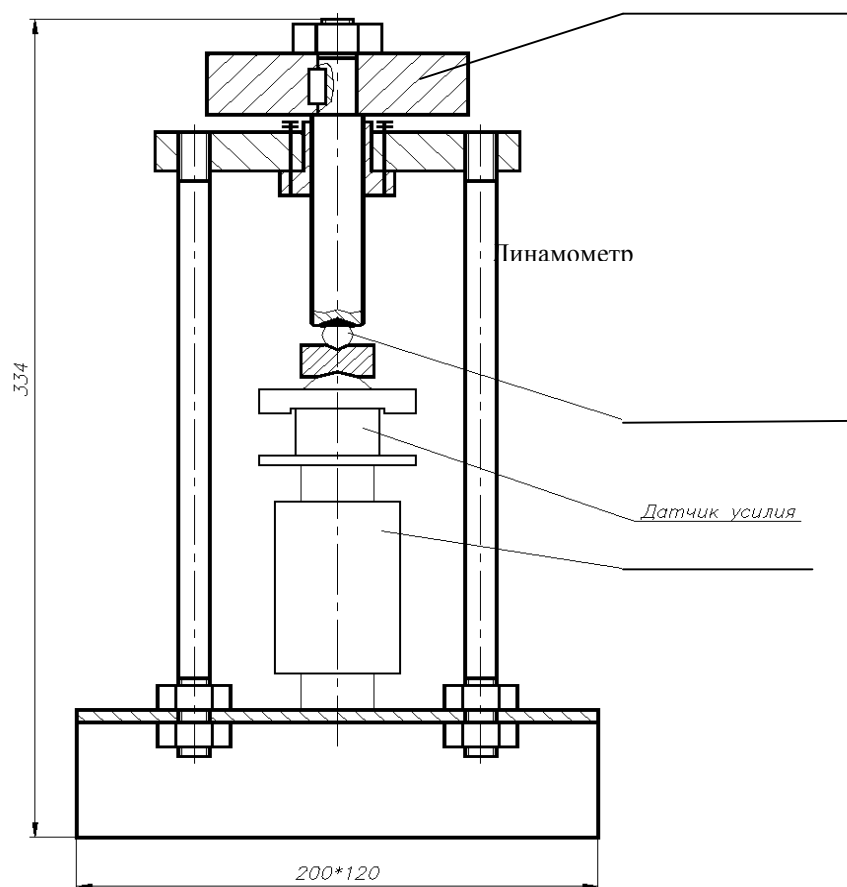

Рисунок 9 – Силозадающее устройство для проверки стенда при измерении усилия на органе управления
1) установить датчик усилия в силозадающее устройство согласно рис. 9;